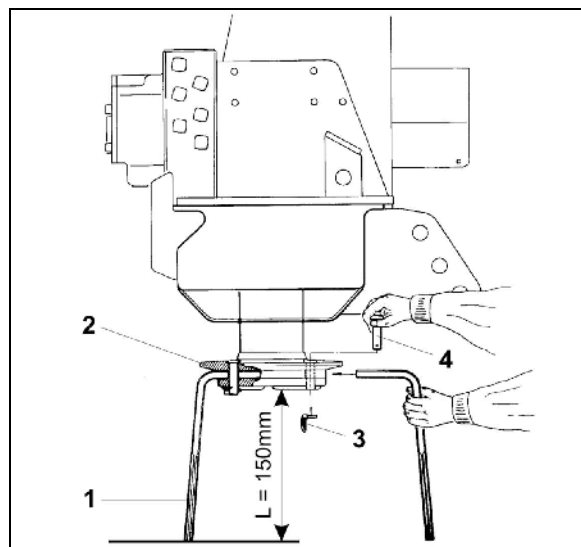

Fig. 80
Die Bodenbearbeitungszinken (Fig. 80/1) sind in den Taschen der Werkzeugträger (Fig. 80/2) befestigt.
1. Klappstecker (Fig. 80/3) aus dem Bolzen (Fig. 80/4) herausziehen.
2. Bolzen (Fig. 80/4) nach oben aus dem Werkzeugträger ausschlagen.